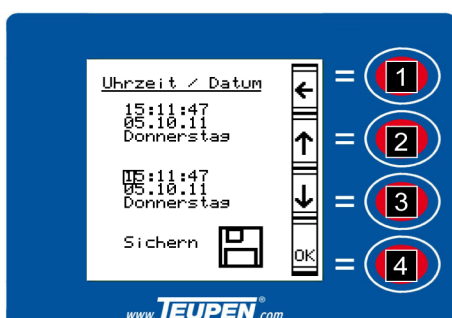

Fig. 70: Enregistrer le réglage de l'heure
6. ➤ Mettre avec les [touches de fonction] (Voir la Fig. 70/2 et 3) le curseur sur "Enregistrer".
7. ➤ Enregistrer les réglages avec la [touche de fonction] (Voir la Fig. 70/4).
8. ➤ Retourner au menu [Paramètres] avec la [touche de fonction] (Voir la Fig. 70/1).